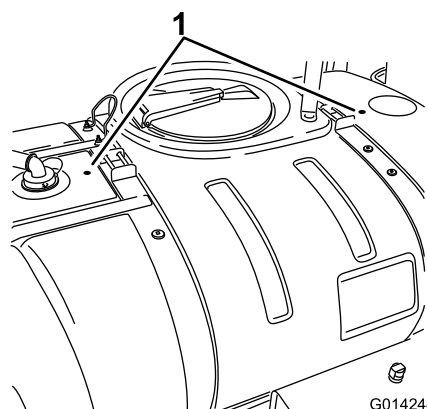

Bild 11
- Ermitteln Sie die zwei Bohrmarkierungen im Hauptbehälter (Bild 11).